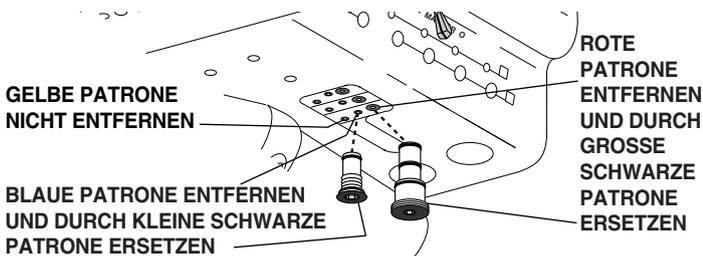

Bild 9. Handstück-Trockenblock-Umbau
3. Entfernen Sie mit einem 2,5-mm-Innensechskantschlüssel die große rote Patrone des Steuerblocks. Setzen Sie die große schwarze Patrone des Trockenblock-Umbausatzes in den Steuerblock ein (siehe Bild 9).